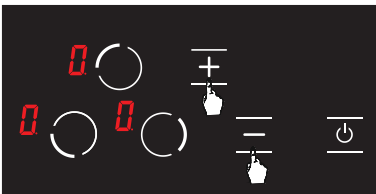

Abbildung 7
3. Kochstufe der jeweiligen Kochplatte kann mit Hilfe der **+** und **-** Tasten zwischen 1-9 oder je nach Herdoption zwischen **H**-9 eingestellt werden. (siehe Abb. 7)